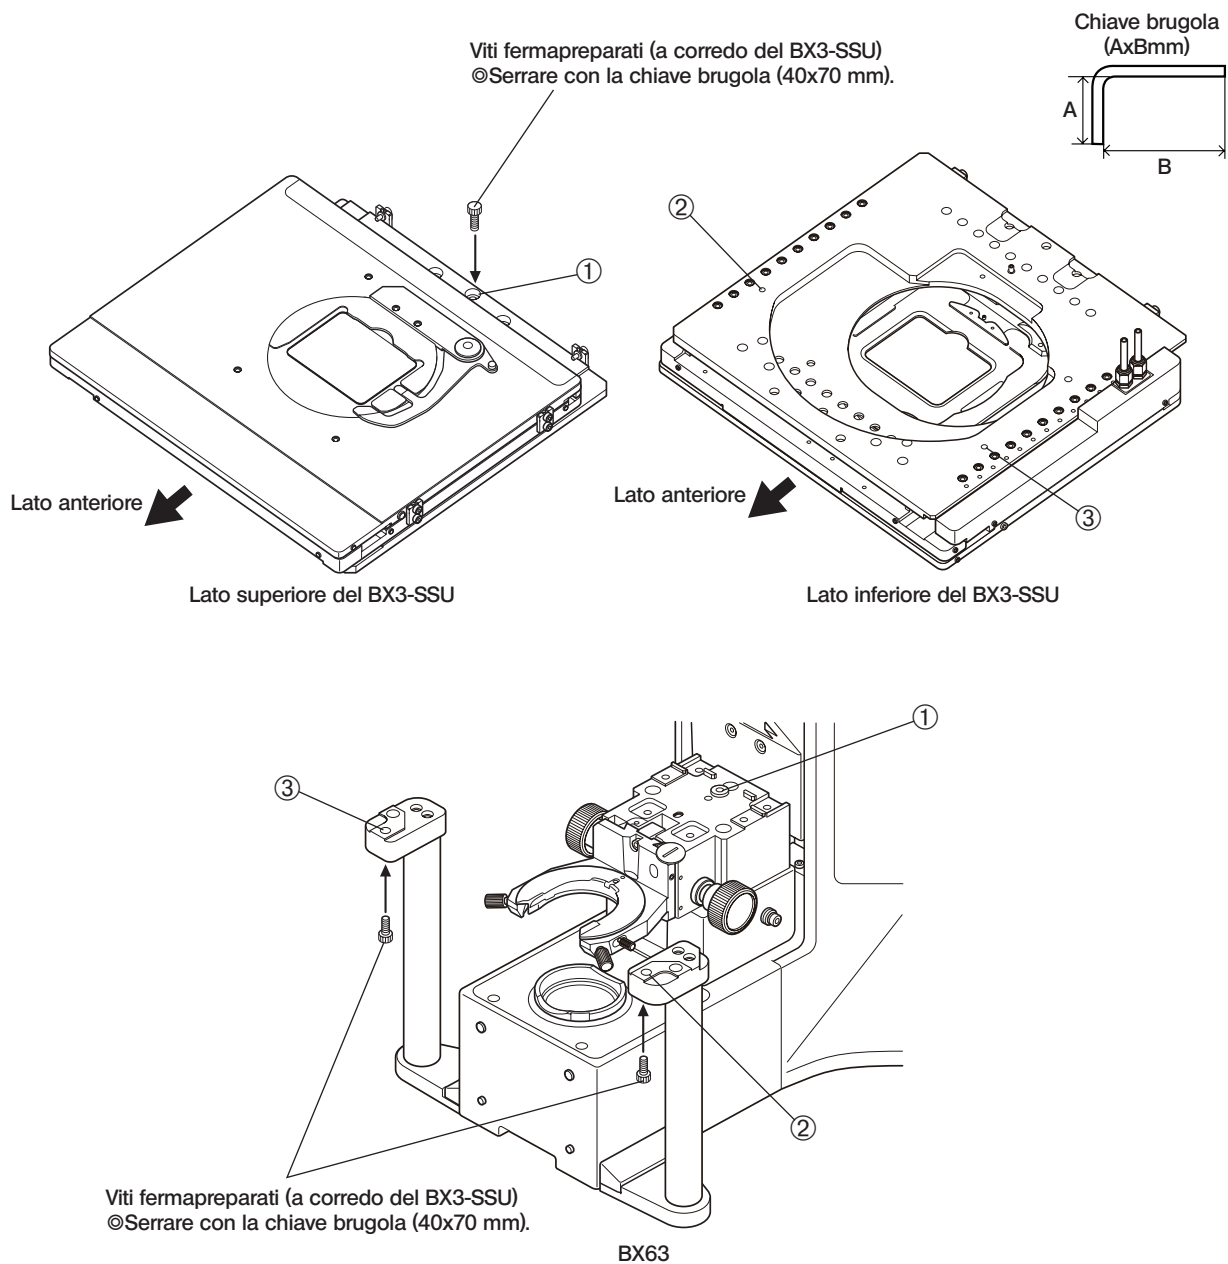

Fig. 6
(Fig. 6)
1. Sovrapporre il BX3-SSU al BX63 in modo che i numeri delle viti del BX3-SSU coincidano con quelli del BX63 (vedi Fig 6).
2. Inserire la vite fermapreparati (a corredo del BX3-SSU) nel rispettivo foro ① dall'alto del BX3-SSU e serrarla con la chiave brugola (40x70mm) in dotazione con il BX63.
3. Inserire le viti fermapreparati (a corredo del BX63) nei rispettivi fori ② e ③ da sotto la colonna di fissaggio del tavolino del BX63 e serrarle con la chiave brugola (40x70mm) in dotazione con il BX63.